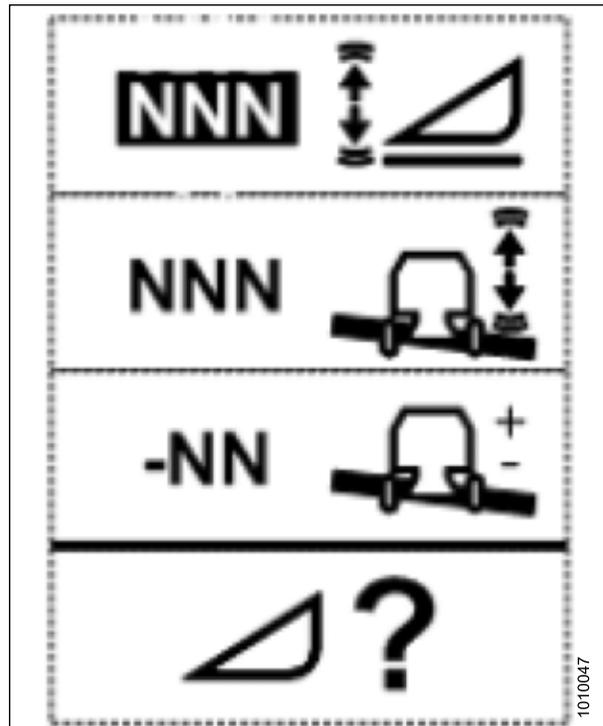

Figura 3.187: Página de alteração de sensibilidade da altura
1. Use a tecla HEADER SETTINGS (CONFIGURAÇÕES DA PLATAFORMA) (M) para exibir a tela de HEADER SENSITIVITY CHANGE (ALTERAÇÃO DE SENSIBILIDADE DA PLATAFORMA), como exibido na Figura 3.187, página 148.
2. Use as teclas UP (PARA CIMA) ou DOWN (PARA BAIXO) (E) e (H) para ajustar o item destacado. A variação da definição da sensibilidade da altura vai de 0 (menos sensível) a 250 (mais sensível) em incrementos de 10.